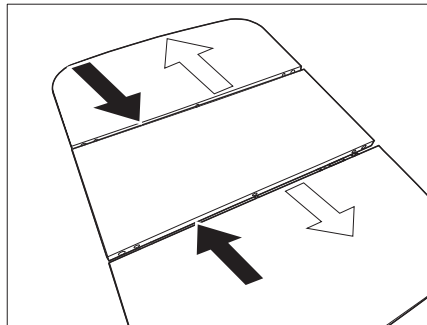

Fig. 104 Abaisser la table
- Pousser les parties extérieures de la table sur la partie médiane (Fig. 104 - flèches noires).
- Écarter l'une de l'autre les parties extérieures de la table (Fig. 104 - flèches blanches).